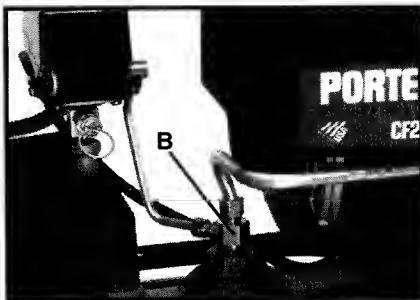

Fig. 2
Válvula de retención (B), Fig. 2: Cuando el compresor de aire está funcionando, la válvula de retención está "abierta", permitiendo que entre aire comprimido en el tanque de aire. Cuando el compresor de aire alcanza la presión de "desconexión", la válvula de retención se "cierra", permitiendo que el aire a presión permanezca en el interior del tanque de aire.